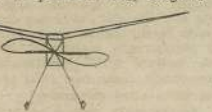

FIG. 1
È noto come in ogni elica esista un Centro di Trazione (CT), ossia un punto dove possiamo immaginare applicata la forza di trazione. Nella bipala questo punto coincide col mezzo; nella monopala si trova invece al centro della superficie lavorante dell'unica pala (fig. 1). Sia ora a) la forza di trazione dell'elica applicata nel CT; sia b) la resistenza totale del modello, applicata nel baricentro CG. Le forze a) e b) formano una coppia, che tenderà a far ruotare la prua del modello nel senso della freccia c, finché